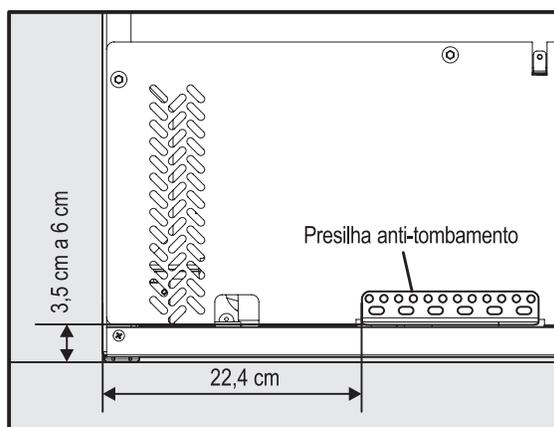

Figura 1
- 3 Fixe a presilha na parede de acordo com a Figura 1.